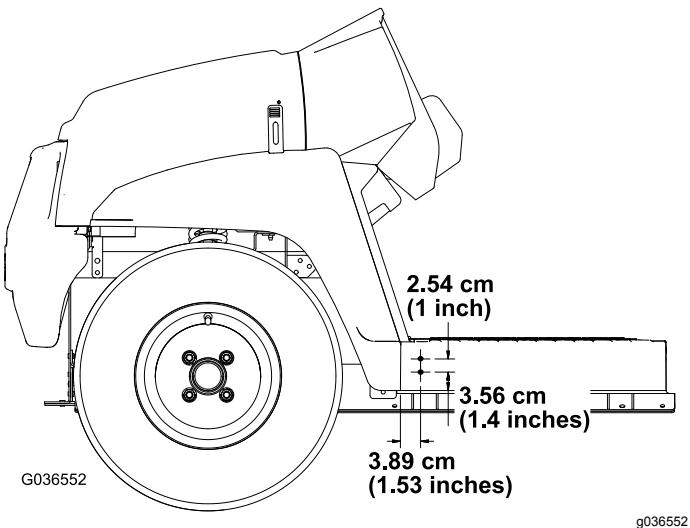

Figure 3
2. En vous aidant des dimensions indiquées à la Figure 3, percez 2 trous ($5/16$ ") à l'extérieur du panneau de plancher sur les côtés droit et gauche de la machine.